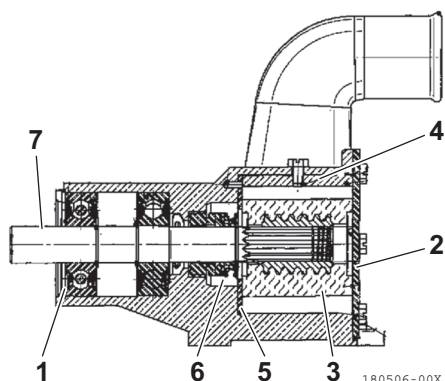

Abbildung 18
3. Entfernen Sie den Sicherungsring (**Abbildung 18, (1)**).
4. Entfernen Sie die Endabdeckung (**Abbildung 18, (2)**) und danach das Laufrad (**Abbildung 18, (3)**), die Nocke (**Abbildung 18, (4)**), die Verschleißplatte (**Abbildung 18, (5)**) und die Dichtung (**Abbildung 18, (6)**).
5. Drücken Sie den Wellen-Satz (**Abbildung 18, (7)**) von der Endabdeckungsseite heraus, um ihn zu entfernen.
10. Montieren Sie Laufrad (**Abbildung 18, (3)**), Nocke (**Abbildung 18, (4)**), Verschleißplatte (**Abbildung 18, (5)**) und Dichtung (**Abbildung 18, (6)**) von der Seite, an der die Endabdeckung montiert war.
11. Montieren Sie die Endabdeckung (**Abbildung 18, (2)**).